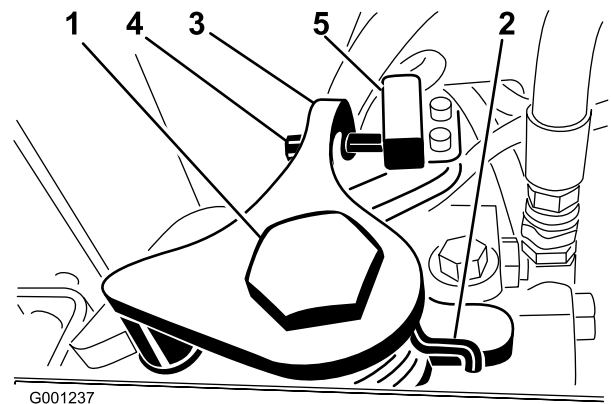

Figura 57
3. Desaperte o parafuso de bloqueio, no lado oposto ao do excêntrico de tracção (Figura 57).
7. Ajuste o parafuso no braço de retorno (Figura 57) até que a folga entre a extremidade do parafuso e o contacto do interruptor seja de 0,23–0,38 cm.